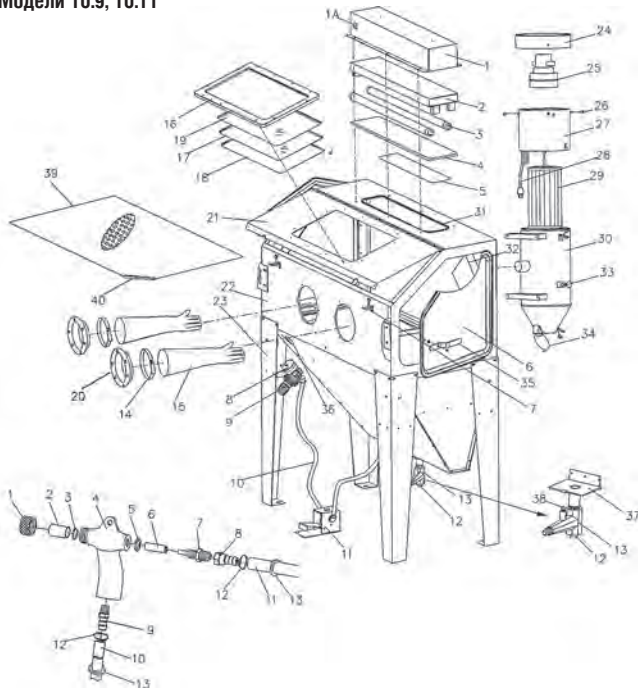

Рисунок 3 – Сборочный чертеж мод. 10.9, 10.11
**Сборка 10.9, 10.11** производится согласно чертежу рис. 3: